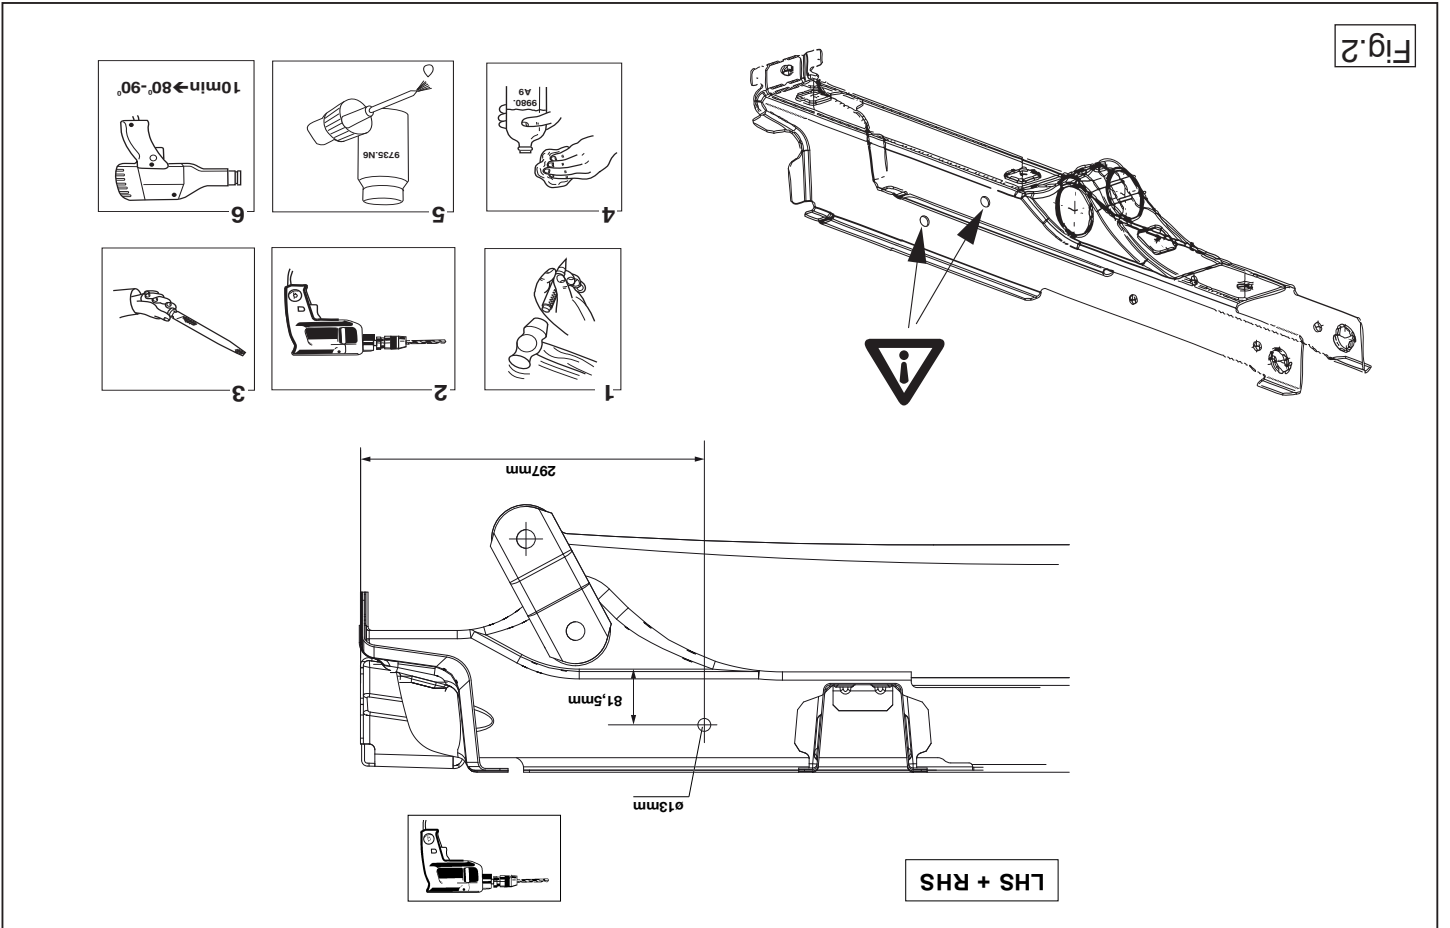

Fig.2
5. **L4 Versie:** Boor overeenkomstig fig. 2 het gat $\phi 13\text{mm}$.
5. **L4 Vehicle:** Drill the hole $\phi 13\text{mm}$ as shown in fig. 2.
5. **Pour les modèles L4:** Percer conformément à la fig. 2 le trou de $\varnothing 13\text{mm}$.
5. **L4 Typen:** Gemäß der Abb. 2 das Loch $\varnothing 13\text{ mm}$ bohren.
5. **För L4 fordon:** Borra hålet $\varnothing 13\text{mm}$ enligt fig. 2.
5. **For L4 køretøjer:** Bor ifølge fig. 2 huller $\varnothing 13\text{mm}$.
5. **Для автомобиля L4:** Просверлить отверстие диаметром 13 мм, как указано на рис. 2.